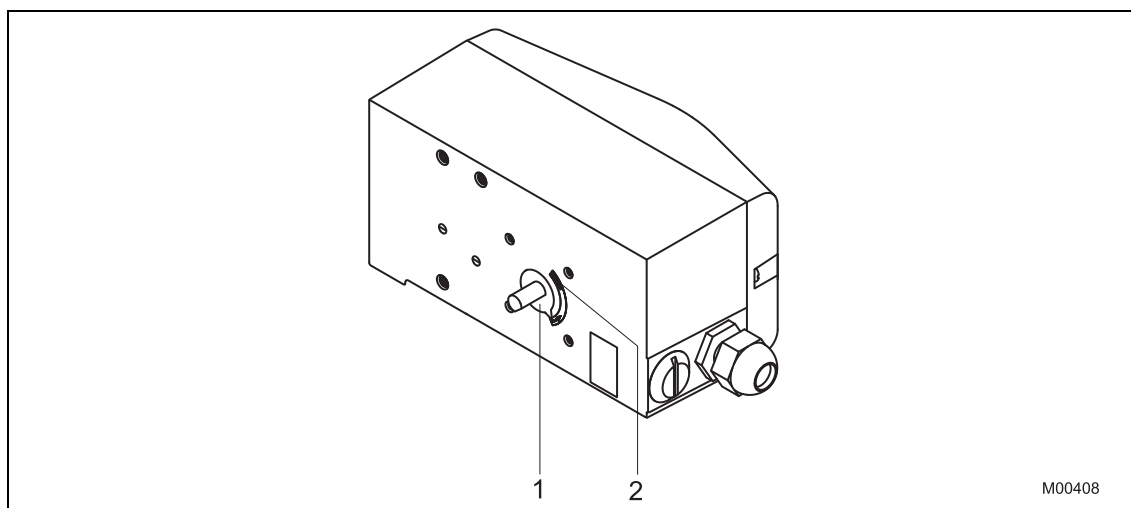

Fig. 2: Plage de travail
- Déterminer à partir de la position de montage ainsi que de la position de référence et du sens de rotation de l'entraînement, dans quelle position l'axe (1) du positionneur doit être préréglé à la main et dans quelle position l'adaptateur (2) doit être placé pour le positionneur puisse fonctionner à l'intérieur de la plage de travail (la flèche à l'arrière de l'appareil doit se déplacer à l'intérieur de la plage admissible, voir Fig. 2)
- Placer l'adaptateur en position appropriée sur l'axe et le fixer à l'aide des tiges filetées (3). L'une des tiges filetées devant être fixée sans possibilité de rotation sur la partie aplatie de l'axe